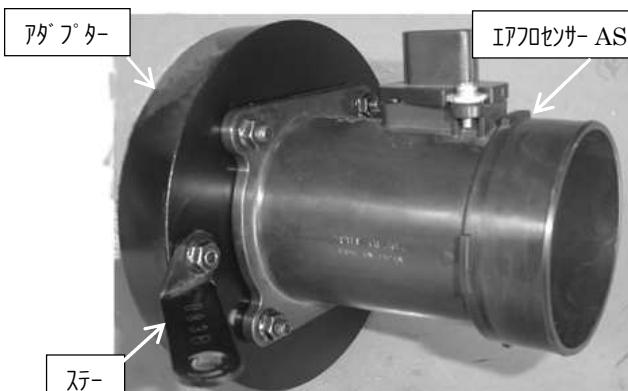

図 2
- アダプターにエアフロセンサーASSY、ステーを取り付けます。(図2参照)